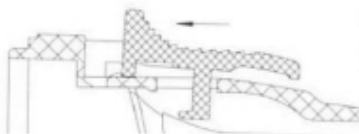

FIGURA 7
12.1. Pressione o gatilho para frente. (FIGURA 7)